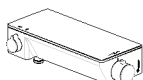
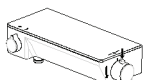

Рис. 9-2
Рис. 9-3
3. Правый регулятор температуры воды по умолчанию установлен в положение на 38°C, нажмите на кнопку и вращайте ручку регулятора против часовой стрелки, чтобы повысить температуру воды (рис. 9-2), температура воды будет медленно понижаться, если мы повернем ручку регулятора температуры по часовой стрелке (рис. 9-3).